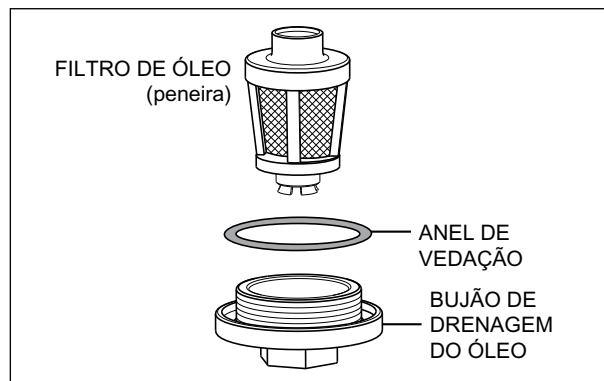

Fig. 2.3
- Instale o filtro de óleo (peneira) no bujão de drenagem e instale o conjunto na carcaça do motor, utilizando um novo anel de vedação. (Fig. 2.3)